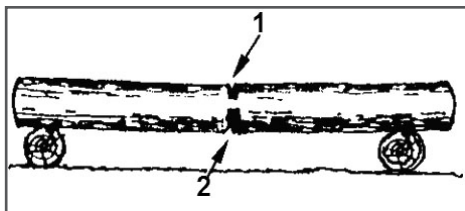

Рис. 12 Пропилы при раскрыжевке дерева на двух опорах
- Бревно лежит на двух опорах (Рис. 12). Разгрузочный пропил (1) на 1/3 бревна делается сверху. Основной пропил (2) делается снизу навстречу разгрузочному пропилу.